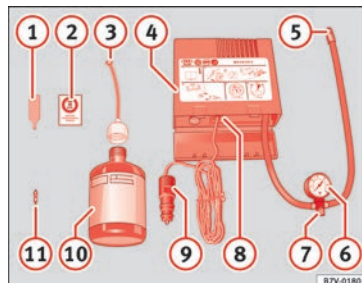

Fig. 95 Représentation standard : contenu du kit antirevaissan.
Le kit antirevaissan se trouve dans le coffre à bagages, sous le revêtement de plancher. Il inclut les composants suivants » **fig. 95** :
Revissez le tuyau de gonflage » fig. 95 ⑤ et vérifiez la pression du manomètre ⑥.